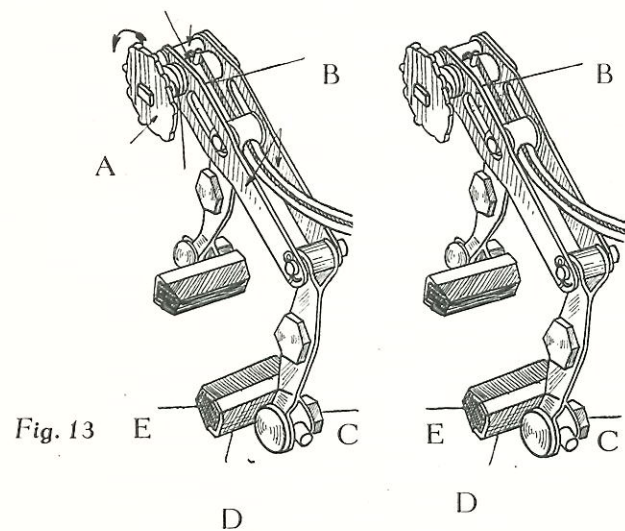

Fig. 13
Hiertoe zijn de voor- en achterrem voorzien van een stelknop A. (zie fig. 13). Door deze knop in te drukken en te draaien,\* wordt de rembinnenkabel (B) meer gespannen, zodat eventueel gerekte kabels weer op de juiste lengte worden teruggebracht. Een veer zorgt ervoor, dat na het loslaten van de knop de as in een kartelgat wordt vergrendeld. Zou blijken dat de remwerking dan nog niet voldoende is, dan kan met behulp van de bevestigingsmoer C van de remblokhouder D, de afstand van remblokje E tot velg worden gecorrigeerd.